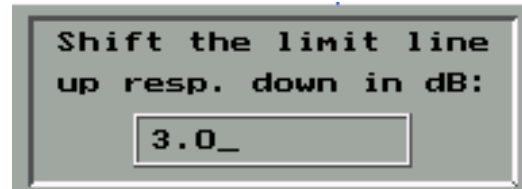
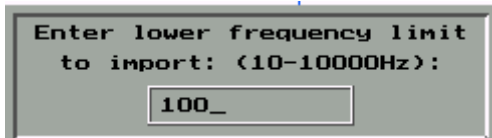

图 10-7
图 10-8
6) 选择OK出现下图提示，选择F1 lower 如图10-7设置下限曲线范围，如图10-8，10-9设置起始和终止频率